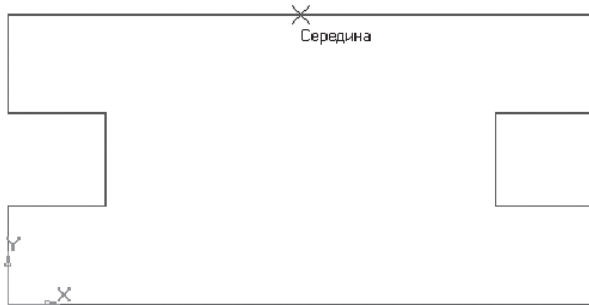

Рис. 2.15.
– ведіть курсор миші по лінії до тих пір, поки його «пастка» не захопить об'єкт (рис. 2.15);